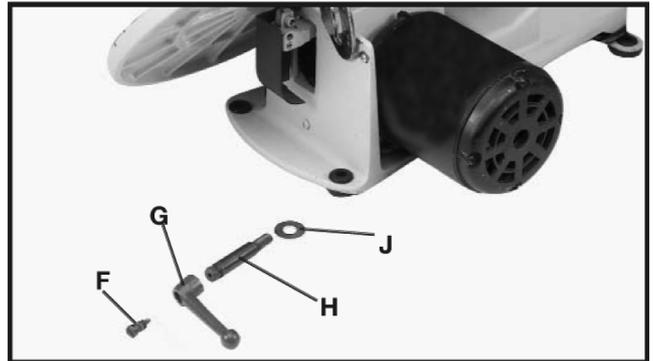

Fig. 8
6. Para desmontar o punho, desparafuse e retire o parafuso e a mola (F) e retire o punho (G) do pino de travamento (H), conforme mostrado na Fig. 8. Prenda uma arruela lisa M10 (J) na extremidade rosqueada do pino (H).